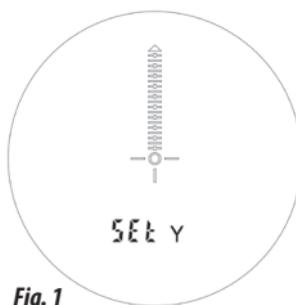
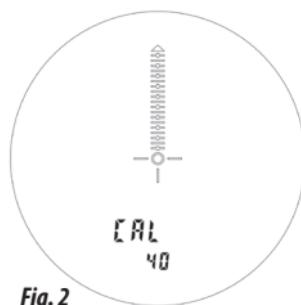

Fig. 1
Fig. 2
3. Rimanendo a questa distanza, attivare il telemetro premendo brevemente il pulsante di alimentazione. Dopo, mantenere premuto il pulsante Più o il pulsante Meno, entrambi posti sul lato dell'unità, finché il display visualizza "SET" (consente la selezione tra iarde o metri) (Fig. 1). Premere il pulsante di alimentazione per portare il display su "CAL": adesso si è in modalità calibrazione, con un "40" e un "60" lampeggiante nella parte inferiore del display (Fig. 2). Se il mirino dell'arco possiede un segnalino da 40 iarde/metri, selezionare "40" utilizzando i pulsanti Più/Meno. Se il mirino è dotato di un segnalino da 60 iarde/metri, selezionare "60".